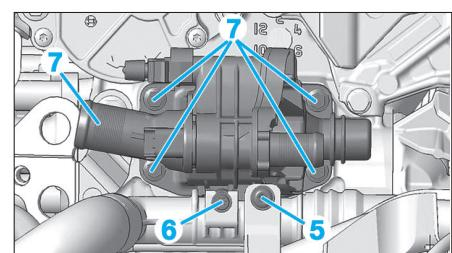

Fig. 27
- la vis de maintien du guide (5) (Fig.27),
- la vis de maintien du tube d'eau (6),
- les 4 vis (7) de fixation du boîtier thermostatique,